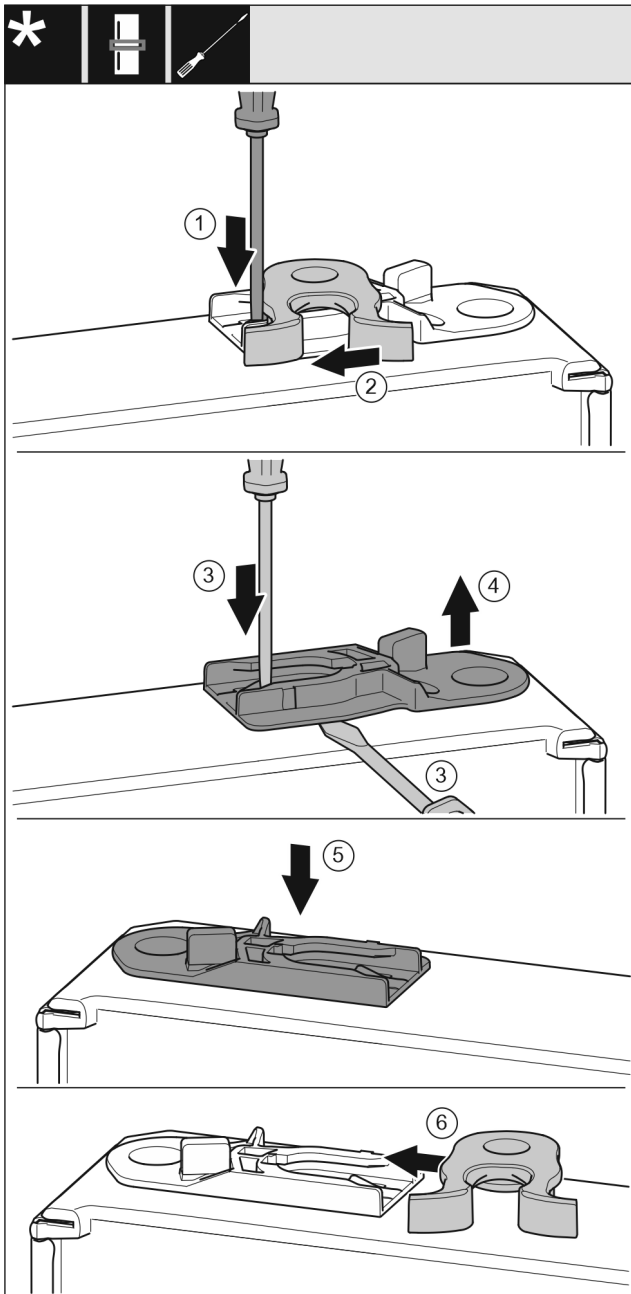

Fig. 52 \*
- ▶ Strip Fig. 52 (1) met een platte schroevendraaier omlaag drukken.\*
- ▶ Sluithaak Fig. 52 (2) uit de geleiding trekken.\*
- ▶ Geleidebus Fig. 52 (3, 4) uittrekken: Strip met platte schroevendraaier indrukken en gelijktijdig een platte schroevendraaier onder de geleidebus plaatsen.\*
- ▶ In de leveringsomvang meegeleverde geleidebus Fig. 52 (5) in de andere behuizingszijde schuiven.\*
- ▶ Sluithaak Fig. 52 (6) in geleiding schuiven.\*